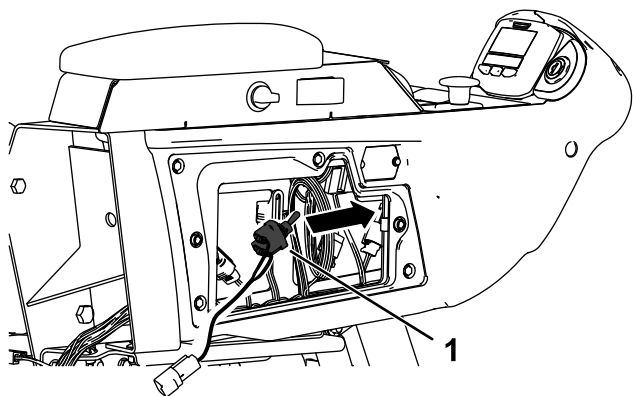

Рисунок 20
6. Отверните 2 винта крепления боковой панели к консоли и проложите тумблерный переключатель вместе с подсоединенным жгутом проводов в среднюю консоль (Рисунок 20).